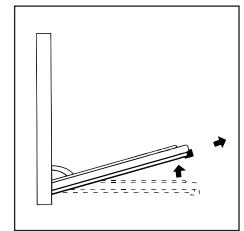

FIG. 3
- Fermez à présent partiellement la porte et soulevez-la en dégageant les crochets "A" comme illustré figure 3.